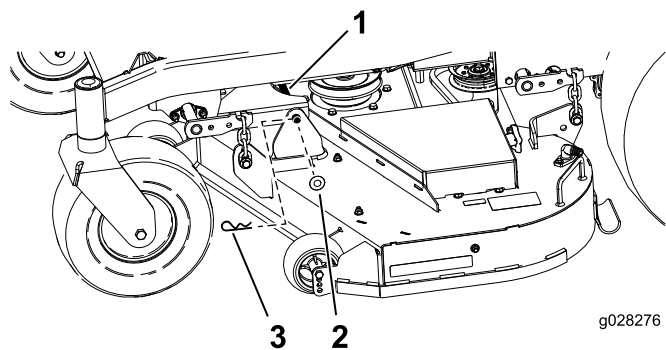

Figure 73
6. Retirez la goupille fendue et la rondelle qui fixent l'axe de liaison au cadre et au plateau, et déposez l'axe (Figure 73).
9. Fixez l'axe de liaison avec les goupilles fendues et les rondelles retirées précédemment (Figure 73).